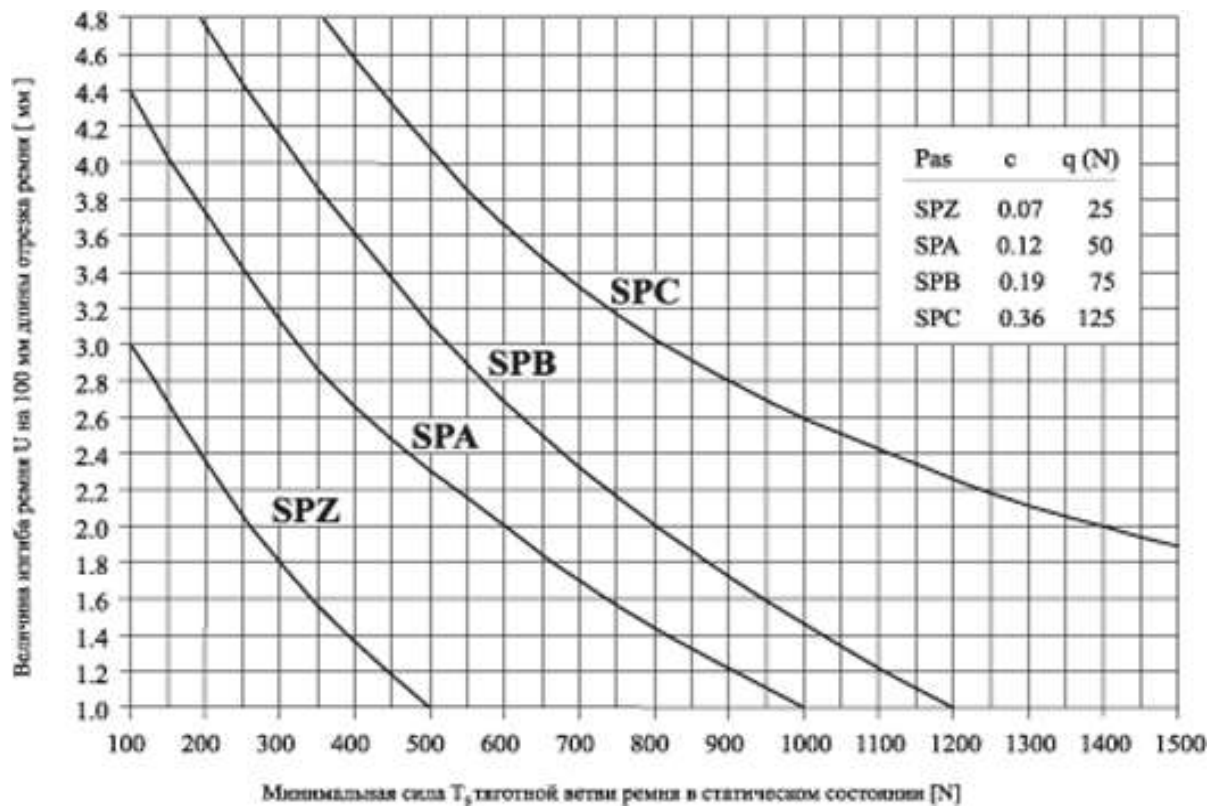

Рис. 2. Зависимость прогиба U от силы Ts для узких ремней
2. Определить величину прогиба U на 100 мм длины измеряемого отрезка ремня из вычертательного натяжения ремня рис. 2. или 3.
Определенную по рис. 2. или 3. проверочную силу q следует, в половине измерительного отрезка L , приложить перпендикулярно к тяготной ветви ремня согласно вышеуказанному рисунку и измерить величину прогиба тяготной ветви U_p , в случае необходимости поправить натяжение.